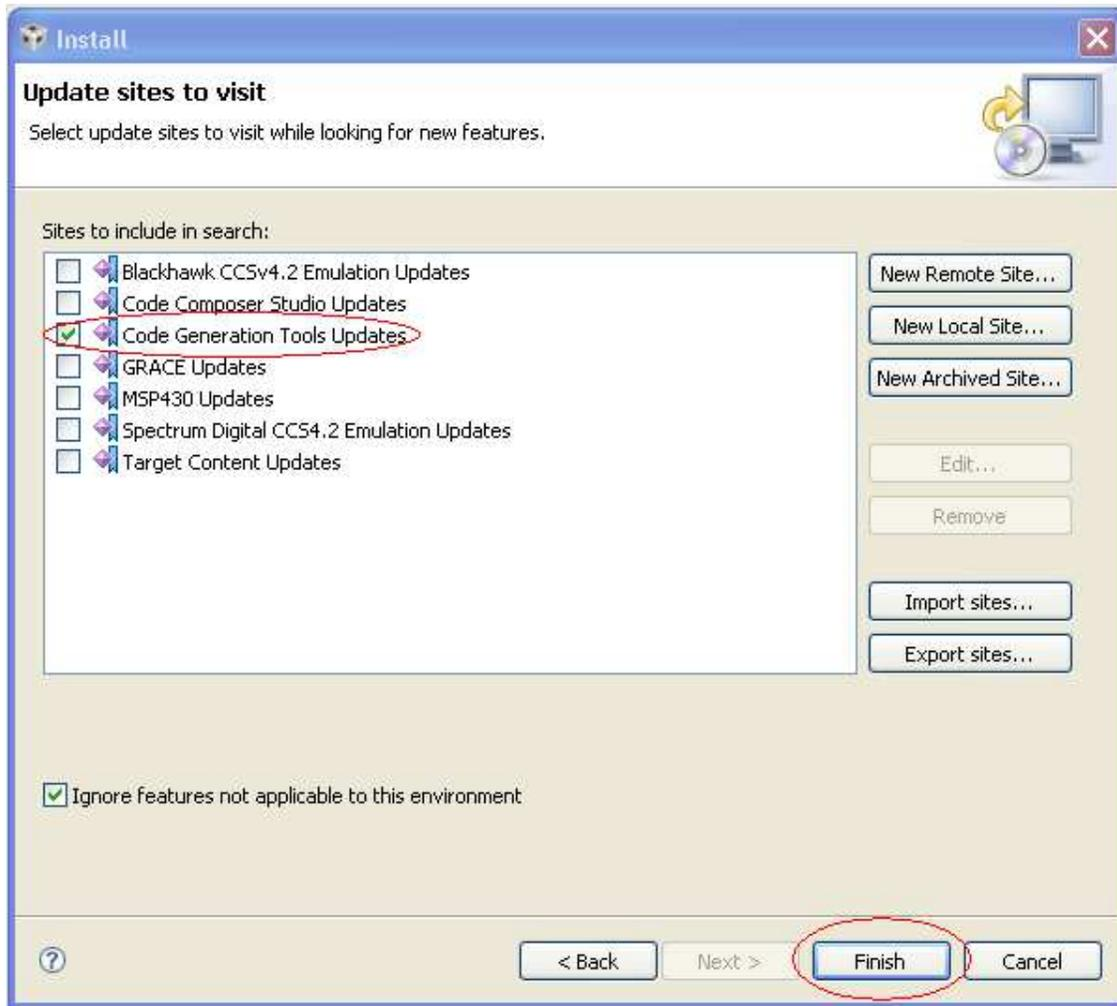

图 3. 选择 Update 选项。
6. 在下一个出现的屏幕上选择 Code Generation Tools Updates (如图 3 中所示)。